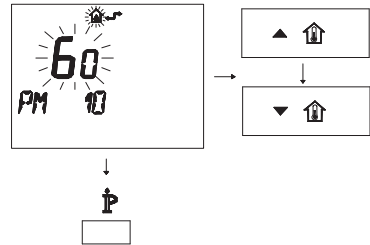

Figura 5.58
- Per modificare il SET programmato agire sui pulsanti o e aspettare che il numero programmato cominci a lampeggiare (Figura 5.58).